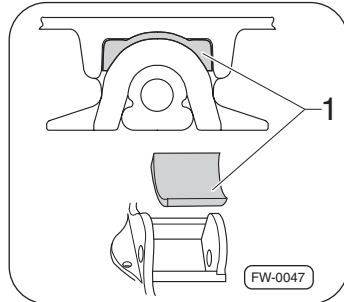

Abb. 23 · Lagerschalen prüfen
5. Beide Lagerschalen ⇒ Abb. 23, –Pos. 1– auf vorzeitige Abnutzung, Abplatzung, Bruchstellen und Rillen untersuchen. Wenn die Lagerschalen einen dieser Mängel aufweist, müssen sie ausgetauscht werden ⇒ Seite 39.